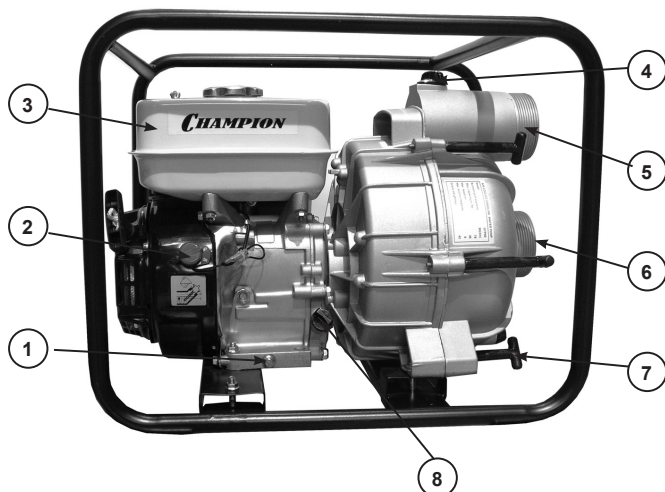

Рис.1
### Выключатель зажигания(2) Рис.1 и замок зажигания(1) Рис 4.